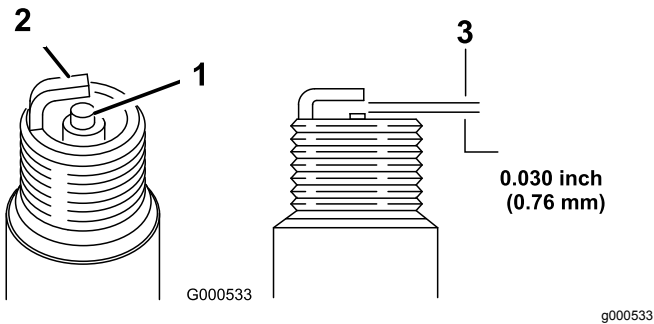

図 40
1. 中央の電極部 **図 40**を観察する。
2. すきまゲージでエアギャップの点検を行い、隙間の大きさが適切でなければ側面の電極を注意深く曲げて調整する **図 40**。